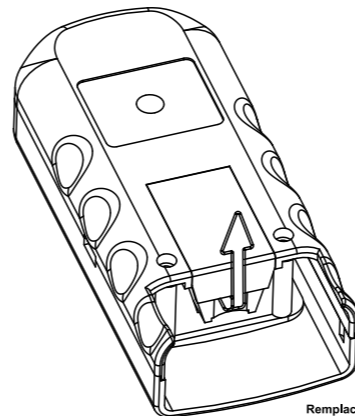

Fig.5
- Retirez le couvercle du compartiment à piles (voir Fig. 5).